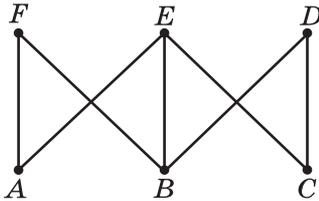

Рис. 42
15. Укажите все маршруты, все цепи и все циклы следующих графов (рис. 42, 43, 44).